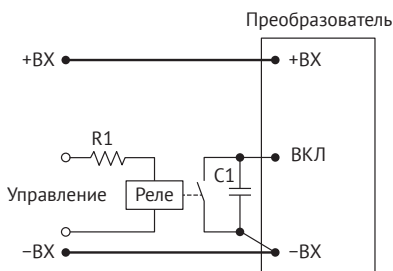
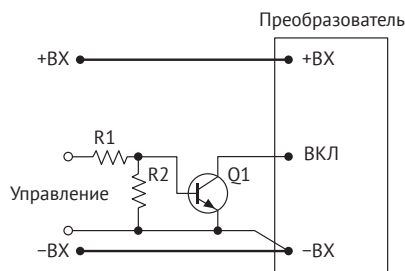
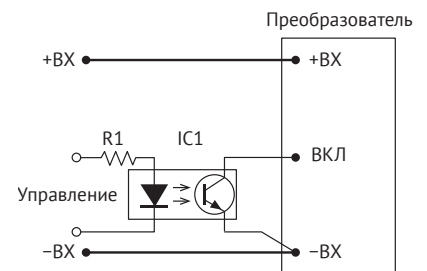

Рис. 4. ВКЛ/ВыКЛ с помощью реле.
Рис. 5. ВКЛ/ВыКЛ с помощью биполярного транзистора.
Рис. 6. ВКЛ/ВыКЛ с помощью оптрона.
**Первый:** с использованием механического реле [Рис. 4], транзистора типа «разомкнутый коллектор» [Рис. 5] или оптрона [Рис. 6]. Выключение модуля электропитания должно осуществляться соединением вывода «ВКЛ» с выводом «-ВХ».